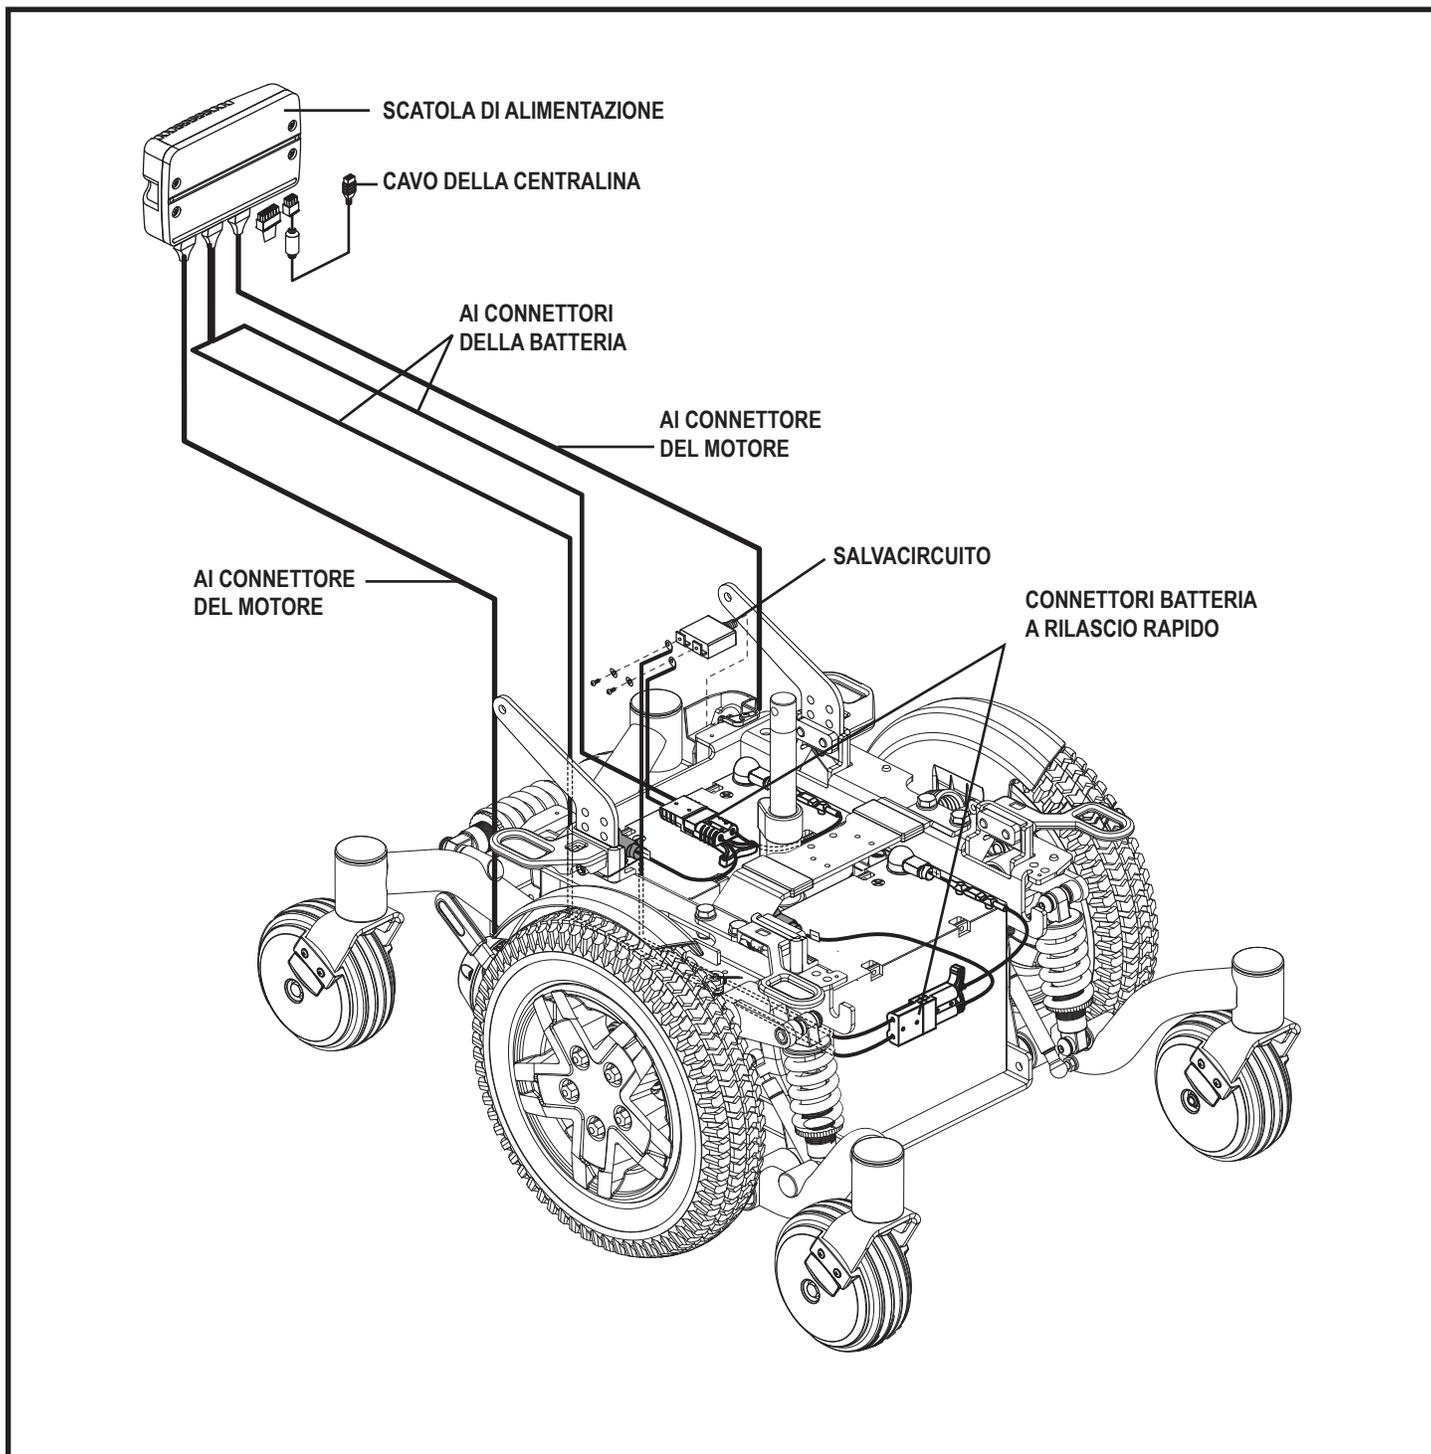

Figura 3. Componenti elettrici della Quantum Q4
Le componenti elettriche sono composte dal gruppo della centralina, dalle batterie e dai motori. Le batterie, i motori e il modulo della centralina (se fornito) si trovano sul gruppo della base elettrica. La centralina si trova sul gruppo del sedile. La connettività tra la centralina e i motori, le batterie e il caricabatteria è fornita per mezzo di uno o più strutture di cablaggio. **Vedere la figura 3.**
4. Collegare il connettore della centralina alla parte posteriore della base di alimentazione. **Vedere la figura 3.**